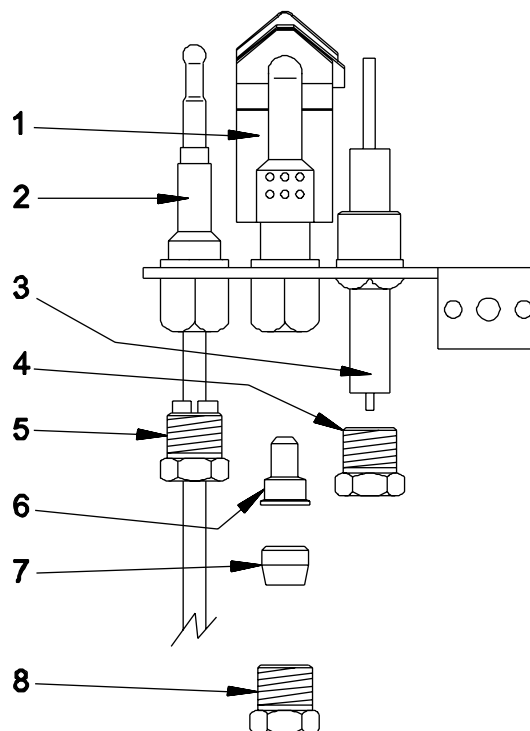

Abb. 18
- Einen Schlüssel 10mm. beim Zündflammenkorpus (pos. 1 Beim Bild *** 'Abb. 18' on page 45 ***) positionieren, um eventuelle Verdrehungen auszugleichen ;
- con una chiave da 10 mm, svitare il dado di fissaggio della condotta del gas (pos. 8 Beim Bild *** 'Abb. 18' on page 45 ***) e smontare quest'ultima;
- Mit dem Schlüssel 10mm. die Befestigungsmutter der Gasleitung abschrauben (pos. 6 Beim Bild *** 'Abb. 18' on page 45 ***) und die geeignete Düse einbauen (siehe "Tabelle 2: Brenner- und Düseneigenschaften");